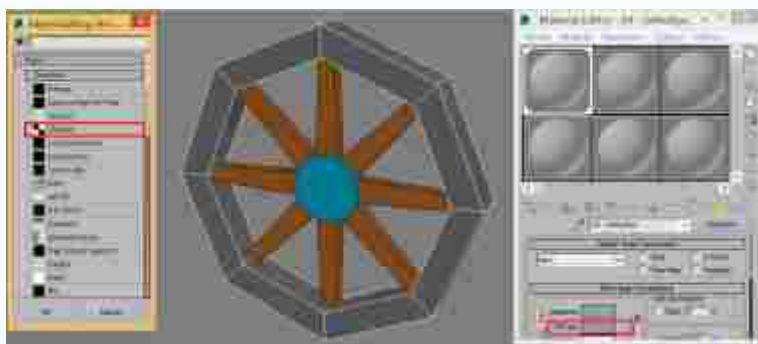
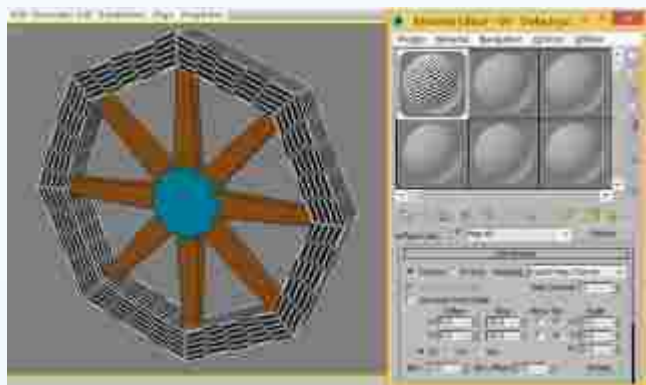

图2-47 材质球基础设置
图2-48 棋盘格基础参数设置
(1) 激活车轮整体模型，按照从内往外的流程对各部分模型进行UV的编辑。选择轮盘的模型，打开  (材质) 编辑器，给轮子指定一个材质球，同时指定一个棋盘格作为基础材质，如图2-47所示。点击轮盘棋盘格纹理给轮盘模型添加纹理并对棋盘格菜单栏中的基础参数进行设置，以便观察UV的分布是否合理，如图2-48所示。